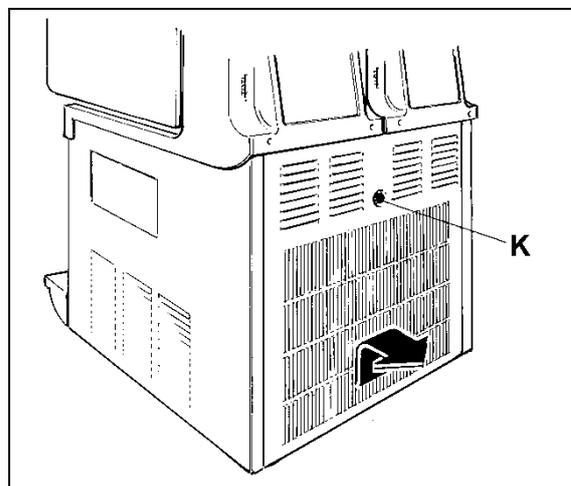

Fig. 28
- Dévisser le pommeau K afin de pouvoir déplacer le panneau arrière X (voir fig.28).